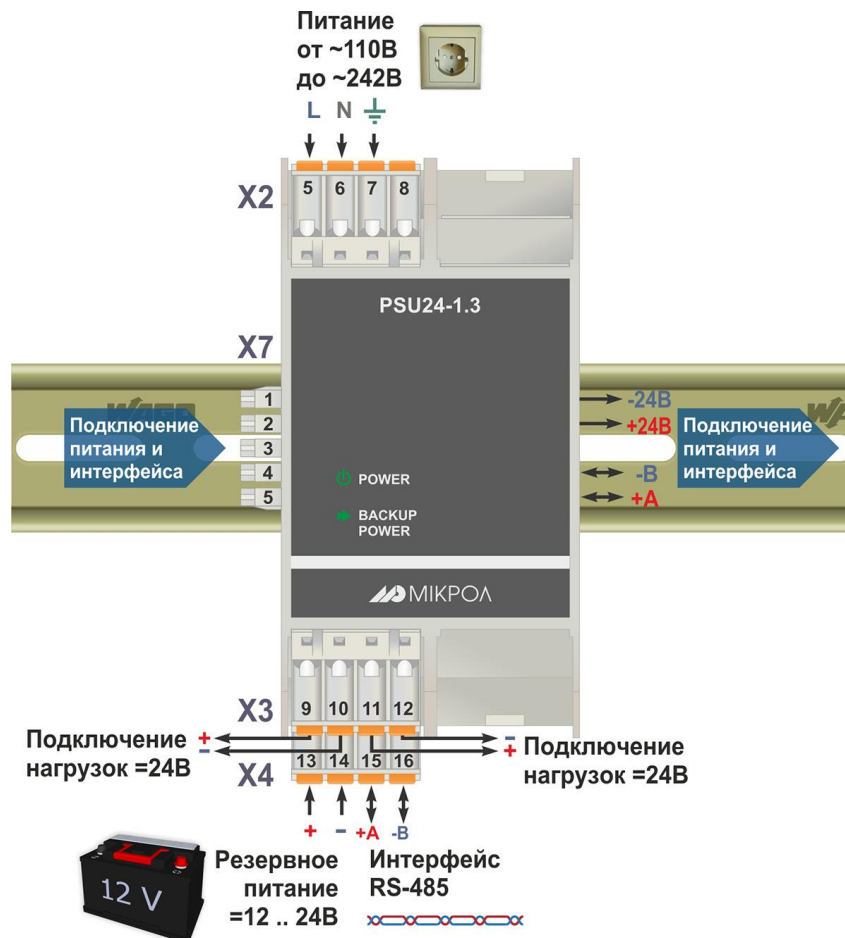

Рисунок 4.4 – Схема внешних соединений PSU24-1.3
- основной канал - к контактам 1 (-) и 2 (+) на задней шине блока питания (см. рис. 4.4, "-24 В, +24 В"),